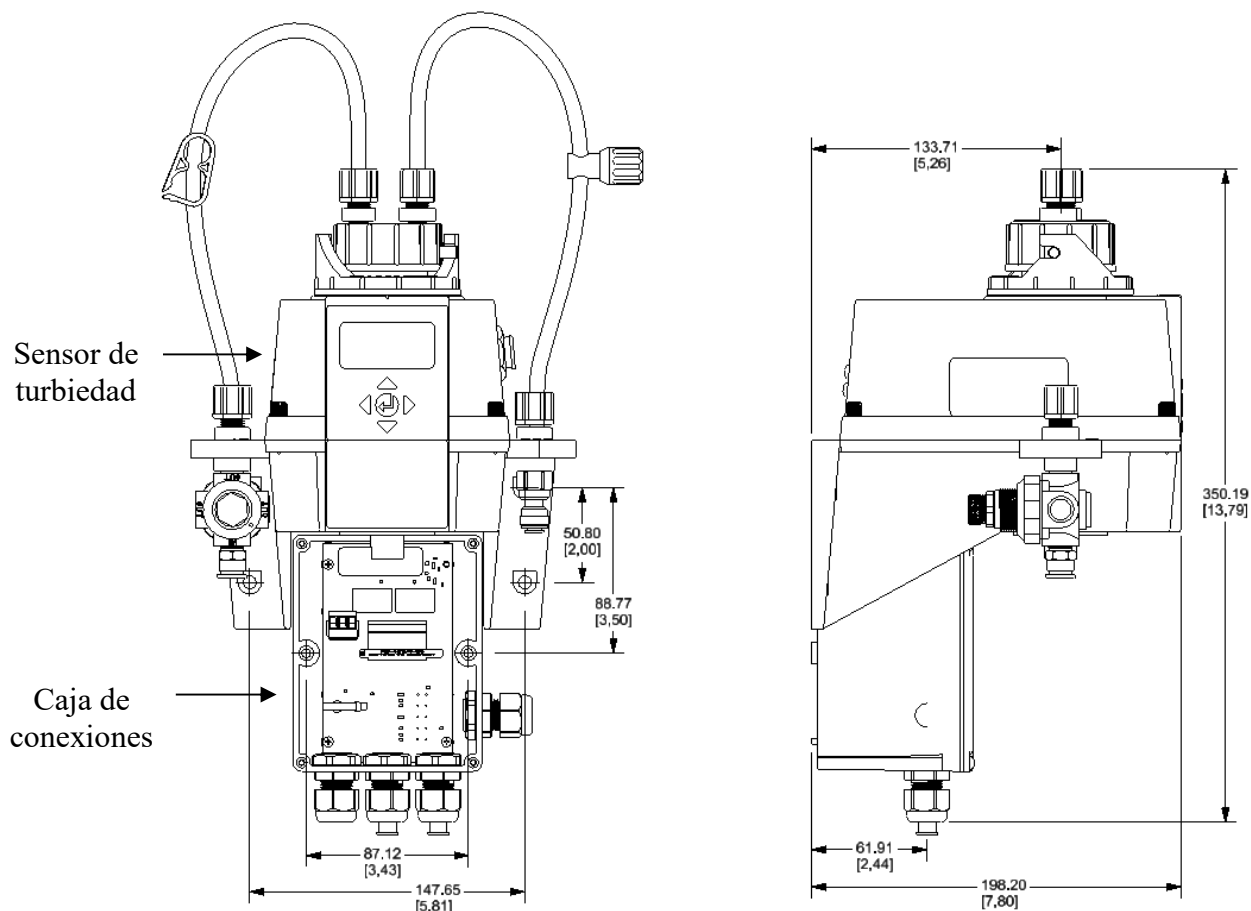

Figura 3: Dimensiones de montaje del instrumento
2. Las dimensiones generales de montaje del MTOL+ se indican en la Figura 3, a continuación. Mida para confirmar que la ubicación de montaje tenga espacio suficiente y que haya al menos 20 cm (8 in) de espacio libre por encima del instrumento una vez montado. Esto asegurará que haya espacio suficiente para la calibración y el mantenimiento de las cubetas.